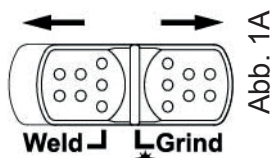

Abb. 1A
- Mit Einstelltaste in der Abbildung 1A können Sie die Betriebsfunktion des Schweißhelms zum Schlift (grind) einstellen. Um der Schlift zu erleichtern, wird der Filter nicht verdunkelt.